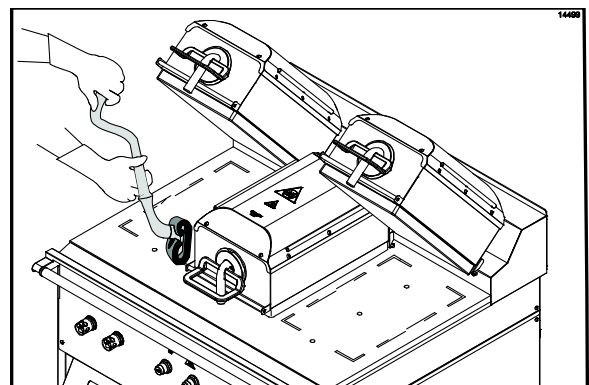

Abbildung 60
29. Auf beide Seiten der mittleren oberen Grillplatte Grillreinigungsflüssigkeit auftragen. (Siehe Abbildung 60.)